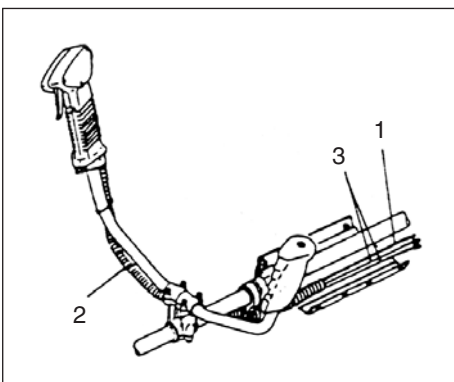

Рис. 1-3
Поместить стопорные шнуры (3) и дроссельный провод (1) в защитную трубку (2). Затем отцепить прокладку и завернуть в неё защищённые стопорные шнуры и дроссельный провод (1) (Рис. 1-3).